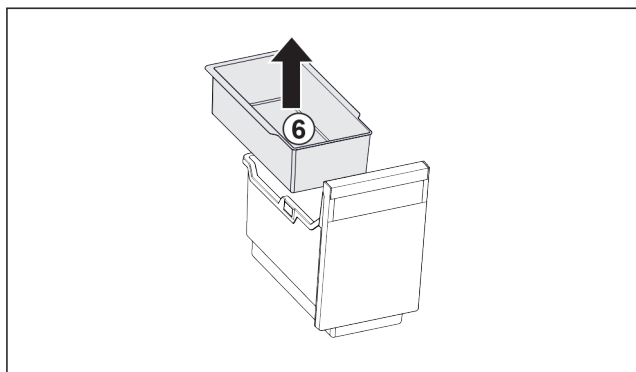

Fig. 195
- Hiqni tasin me varje Fig. 195 (6).